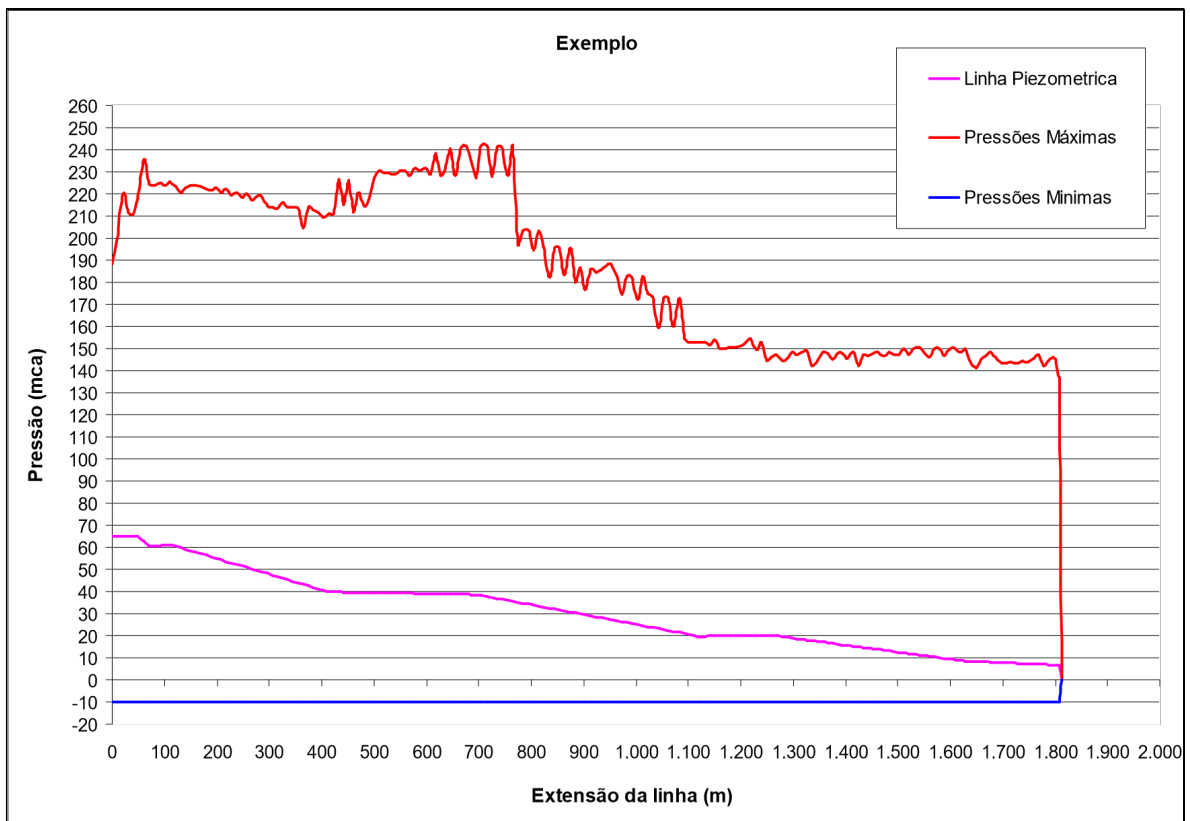

Figura 02
- Gráfico de pressões resultantes na linha conforme figura 02.